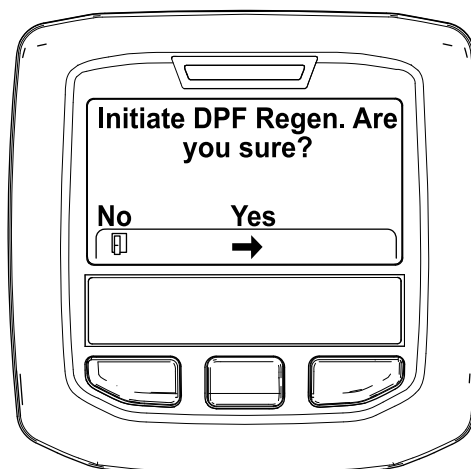

Figura 46
- Quando surgir a mensagem "Initiate DPF Regen. Are you sure?" (Iniciar Regen. DFP. Tem a certeza?), prima o botão central (Figura 46).